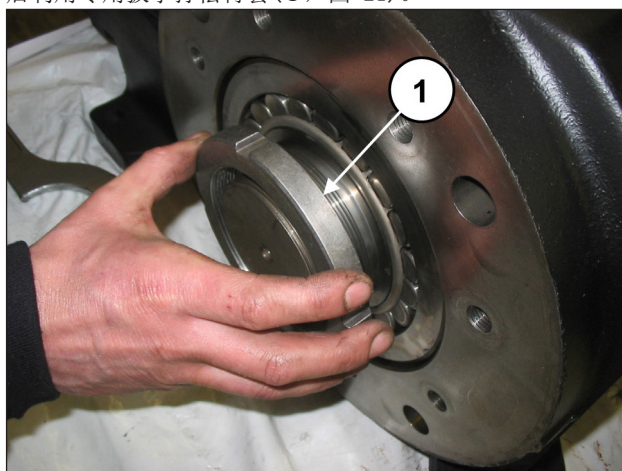
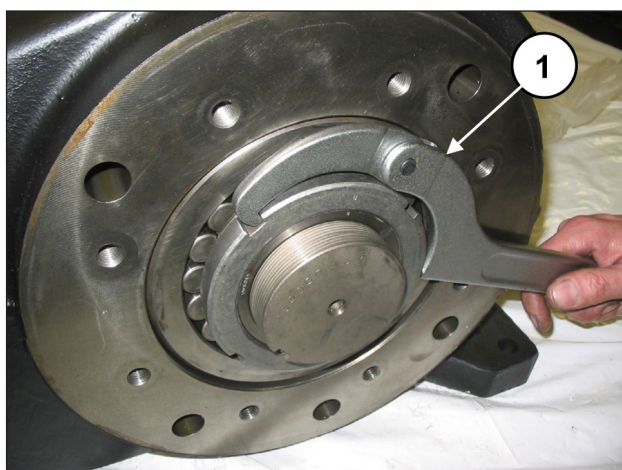

图 20
图 21
在压力衬套上拧紧 SKF KM19 型环形螺母(①, 图 20)，然后利用专用扳手拧松衬套(①, 图 21)。